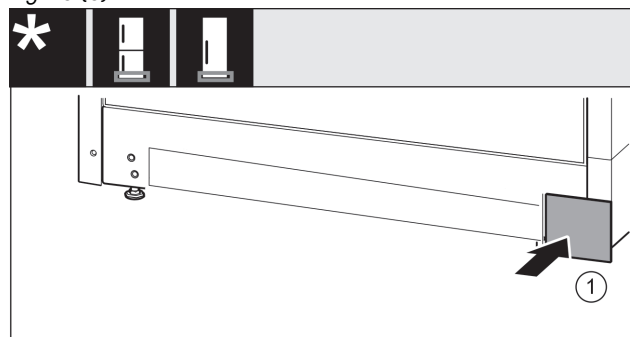

Fig. 16
- Osłonę założyć ponownie z drugiej strony. Fig. 16 (1)